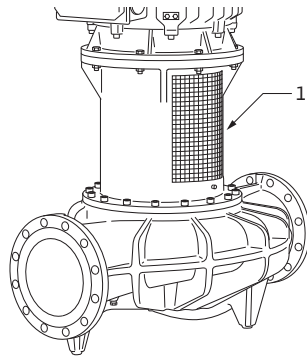

Fig. 31: Locatie van het typeplaatje van de pomp
De afb. 31, pos. 1 geeft de locatie van het typeplaatje van de pomp weer.